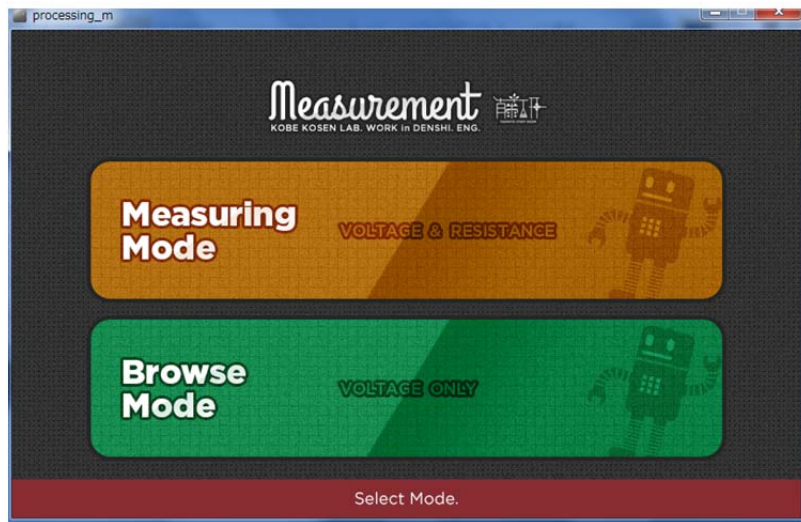

図 7. measurement 起動画面
(1) まず、Processing よりプログラムを起動すると、図 7 のような画面が立ち上がってきます。measurement は 2 つのモードを備えており、リアルタイムに計測できる **Measuring Mode** と Measuring Mode で観測し記録したデータを後から閲覧できる **Browse Mode** があります。まずは、Measuring Mode を選択してみてください。